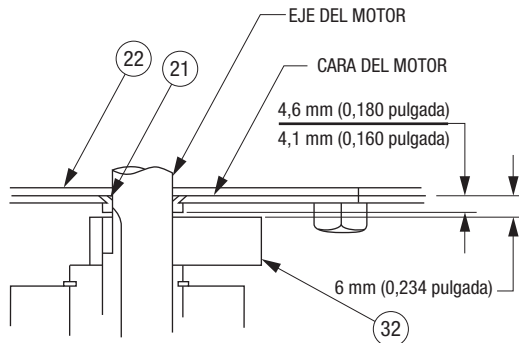

Figura A1 ⑧
Al reensamblar el motor, consulte la figura A1 para conocer las dimensiones del asiento del sello de la cara. Además, consulte esta figura para configurar la posición vertical del contrapeso (32).